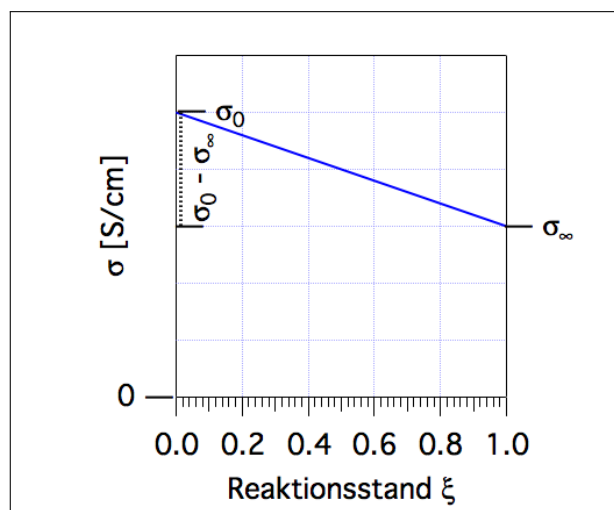

Abbildung 1: Elektrische Leitfähigkeit des Systems NaOH/CH3COOC2H5 als Funktion des Reaktionsstandes der Verseifung.
**Softwaregestützte Datenanalyse** Abb. 1 zeigt die Leitfähigkeit  $\sigma$  als lineare Funktion des Reaktionsstandes  $\xi$ .
Hier ist  $c(t)$  eine *Edukt*konzentration (Ethylacetat bzw. OH-) und  $c_0$  deren Anfangswert. Der Reaktionsstand  $\xi$  ist eine dimensionslose Größe, die zu Beginn der Reaktion den Wert  $\xi = 0$  und am Ende der Reaktion den Wert  $\xi = 1$  aufweist. Beachten Sie, dass zwar die *Konzentrationen* der Edukte mit zunehmendem Reaktionsstand gegen Null tendieren, nicht aber die *Leitfähigkeit*, da auch die Reaktionsprodukte eine Leitfähigkeit aufweisen.  $\sigma$  ändert sich gemäß Abb. 1 linear mit dem Reaktionsstand: